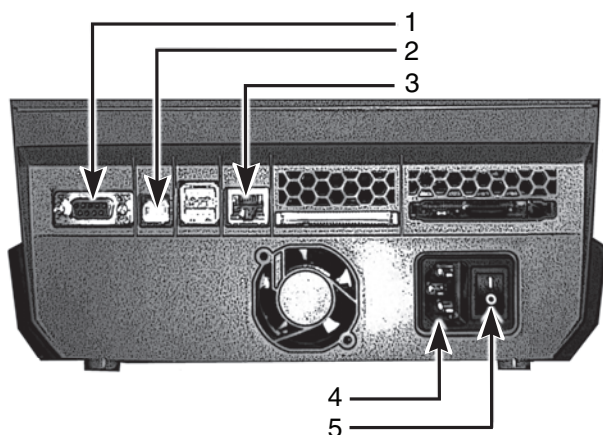

Figure 1, Interfaces et connecteurs
1. Branchez le câble d'alimentation dans la prise de courant à l'arrière de l'imprimante (**Figure 1, 4**).
5. Allumer l'interrupteur de marche situé au dos de l'imprimante (**Figure 1, 5**). L'imprimante effectuera un test automatique et passera ensuite en mode Prête.
L'imprimante a un port RS-232 (**Figure 1, 1**), un port USB (**Figure 1, 2**) et un port Ethernet (**Figure 1, 3**).
2. Branchez l'imprimante à l'ordinateur en utilisant le câble USB fourni. Le câble USB branche l'imprimante à un port USB (**Figure 1, 2**) et le port USB à l'ordinateur.
2. Branchez l'imprimante en utilisant un câble RS-232 (non fourni) Le câble RS-232 relie l'imprimante au port (**Figure 1, 1**) et à l'ordinateur.
2. Branchez l'imprimante à l'ordinateur en utilisant un câble Ethernet (non fourni). Le câble Ethernet relie l'imprimante au port Ethernet (**Figure 1, 3**) et le port Ethernet vers l'ordinateur ou bien un Local Area Network (LAN).